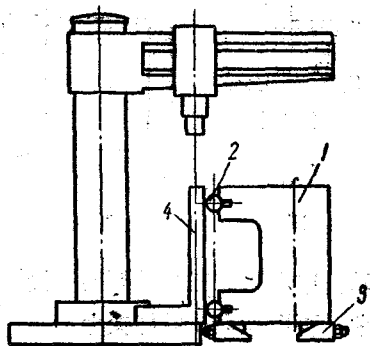

图 1
1) 将床身1翻转，卧放在摇臂钻床旁边的适当地方，底面用活动斜铁3垫好（如图1）。以钻床工作台为基准，找正床